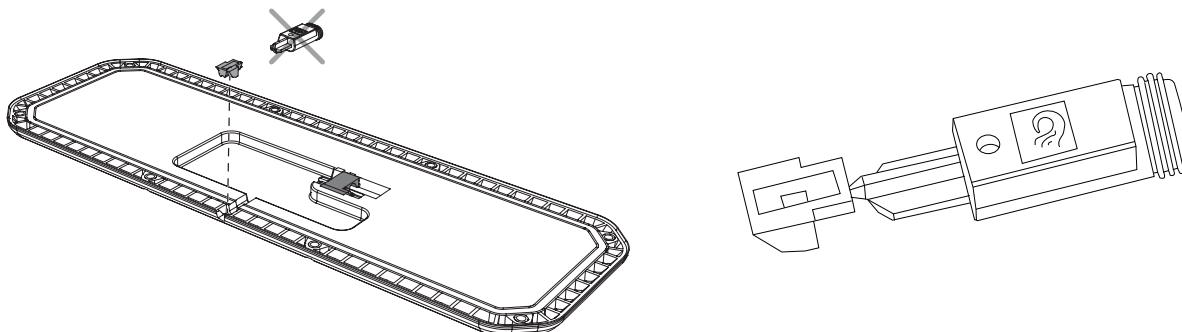

Bild 65. Montering av plugg för tätning av UCU.
4. Bryt försiktigt loss den yttre delen av pluggen och montera i urtaget. Se Bild 65.